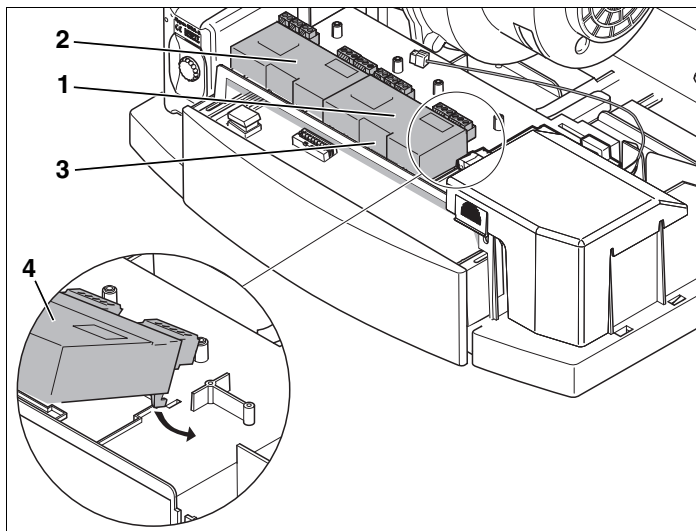

Рис. 2 Вставить и защелкнуть функциональный модуль
- Установить функциональный модуль (рис. 2, поз. 4), вставив крюки в вырезы, и защелкнуть на замок (рис. 2, поз. 3).